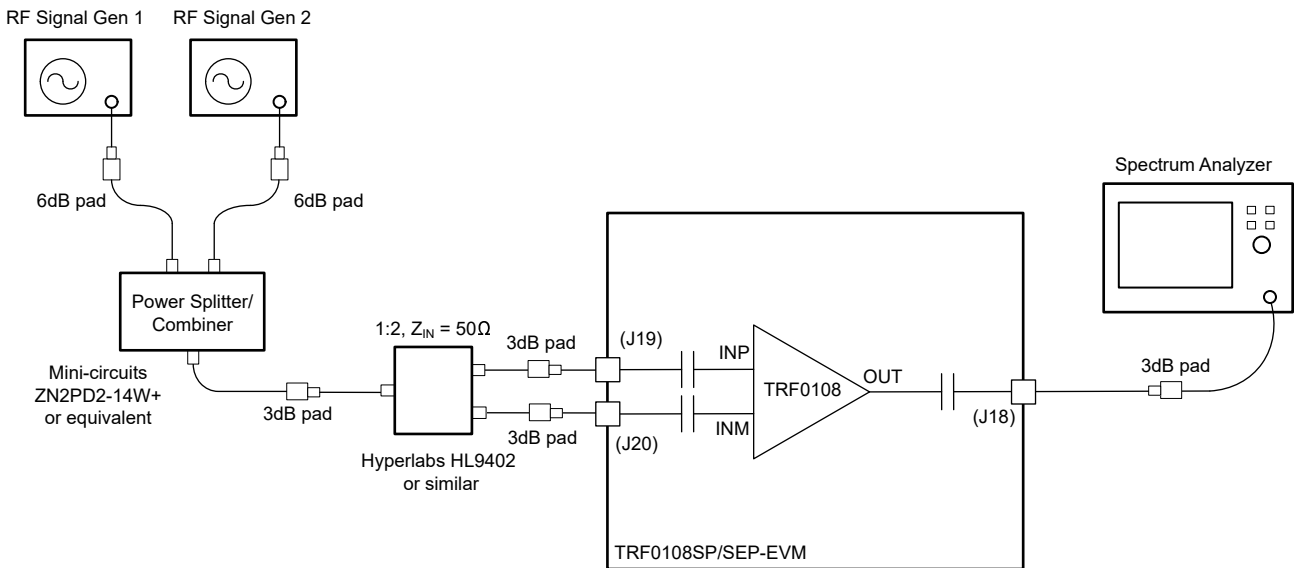

图 3-4. 双音 OIP3 测试设置
1. 如图 3-4 所示，使用同相功率分离器/组合器合并两个信号发生器输出。建议对射频信号发生器输出使用 6dB 衰减器，以增加两个信号发生器之间的隔离并尽可能减少 IMD3 杂散。